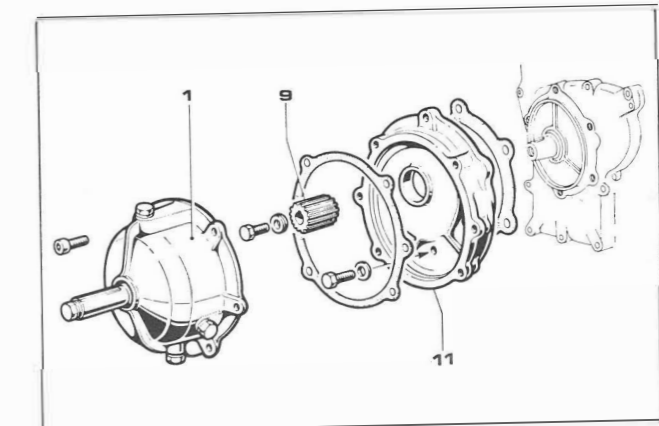

Fig. 88
- Réchauffer dans un four à 80°C, le roulement à billes et l'emmencher sur l'axe. Monter l'axe dans le boîtier et l'arrêter avec la plaque. Serrer les boulons à 0,8 Kgm. (Fig. 88). Le jeu axial entre la couronne dentée et la plaque doit être 0,10 ÷ 0,15 mm.
- Monter le pignon (9) sur le vilebrequin en bloquant le boulon à 2 Kgm.
- Appliquer la cloche (11) sur le couvercle distribution avec joint. Bloquer les vis à 2 Kgm. Dans les réducteurs 1 : 4 introduire le roulement à rouleaux dans le logement de la cloche.
- Monter le réducteur (1) sur la cloche avec le joint en engageant les dents des deux engrenages. Serrer les vis à 1 Kgm.
- Heat ball bearing in oven to 80°C and press it into gear shaft. Assemble gear in the case and lock it with stop plate. Tighten stop plate screws to 0.8 Kgm. (Fig. 88). Side clearance between gear face and stop plate must be 0.10 ÷ 0.15 mm.
- Fit pinion (9) on crankshaft, torquing bolt to 2.0 Kgm.
- Assemble housing (11) on engine case cover inserting its gasket and torque screws to 2.0 Kgm. On 4 : 1 reduction gears insert needle bearing in its seat.
- Connect reduction gear (1) to housing (11) with its gasket meshing gear and pinion. Torque Allen screws to 1.0 Kgm.
- Kugellager im Ofen auf 80°C erhitzen und auf der Welle einsetzen. Welle in das Gehäuse einführen. Mit Halterung sichern. Bolzen mit 0,8 kpm anziehen (Abb. 88). Das Axialspiel zwischen Zahnkranz und Halterung muss 0,10 ÷ 0,15 mm betragen.
- Ritzel (9) auf die Kurbelwelle montieren. Bolzen mit 2,0 kpm anziehen.
- Glocke (11) mit Dichtung auf den Gehäusedeckel montieren. Schrauben mit 2,0 kpm. anziehen. Bei den 1:4-U-Getrieben Nadellager in seinen Sitz in der Glocke einführen.
- U-Getriebe (1) mit Dichtung auf die Glocke aufsetzen. Dabei Zähne in Eingriff bringen. Schrauben mit 1,0 kpm. anziehen.